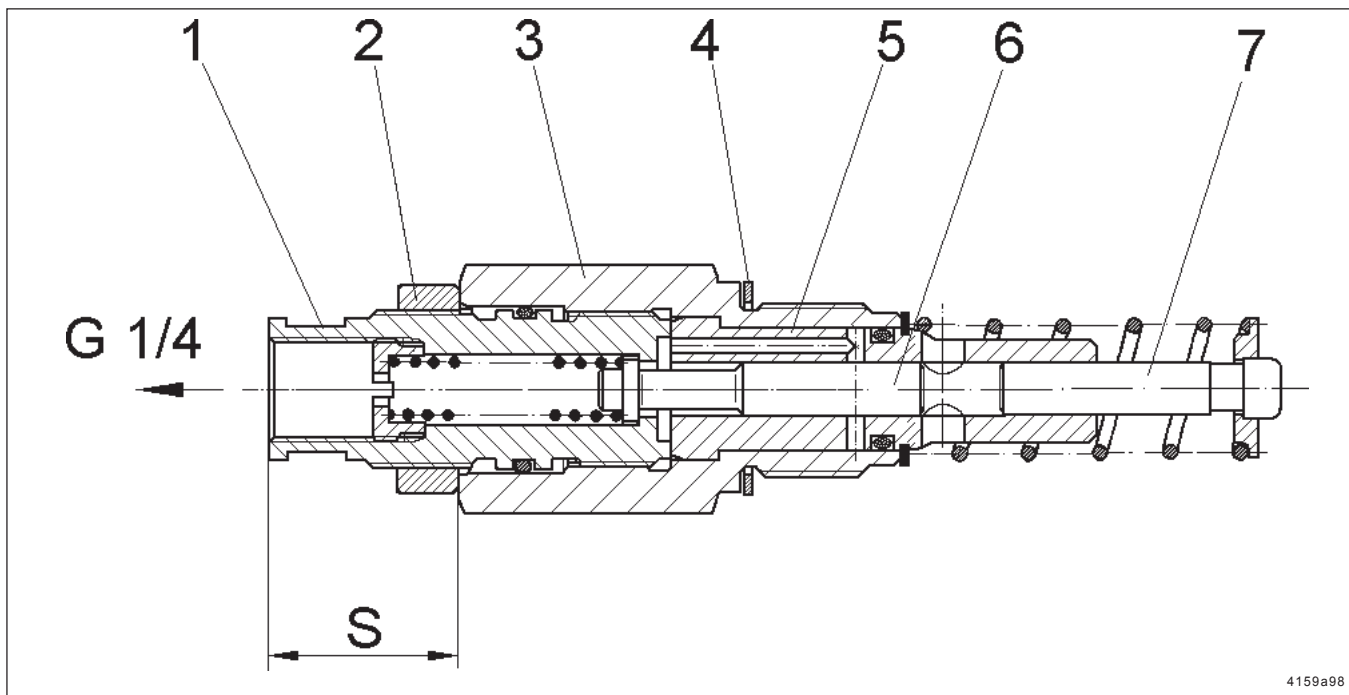
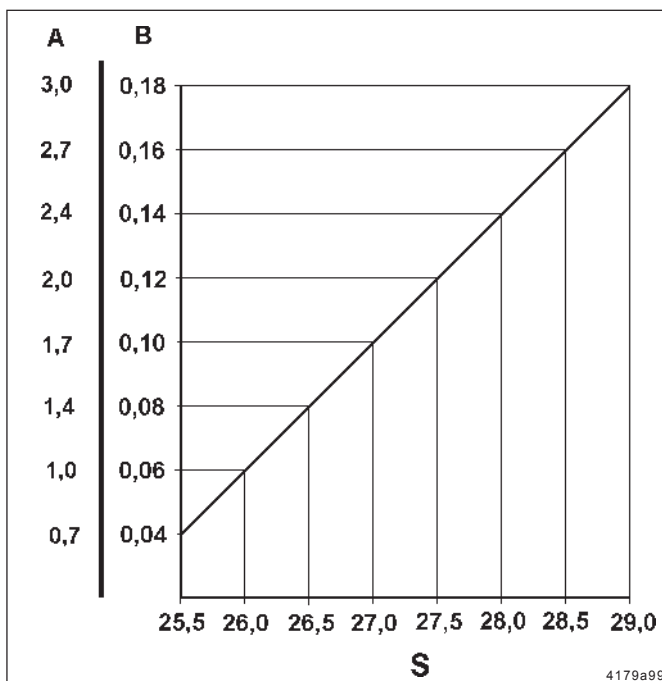

Fig. 12 - Snitritning: Justerbart pumpelement
Fig. 13 - Kapacitetsdiagram
- Pumpelementen är fabriksinställda på maximal smörjmedelsmängd och kontrollmättet „S“ skall då vara 29 ±0,1 mm (se fig. 12).
- \* Lossa kontramuttern (pos 2, fig. 12) medan pumpelementets kropp (pos 3) hålls i rätt läge med en fast nyckel, storlek 25 mm.
- \* Skruva justerskraven (pos 1) med en fast nyckel storlek 16 mm, se kapacitetsdiagram (fig. 13)
- \* Kontrollmättet (fig. 12) för önskad smörjmedelsmängd kan bestämmas med hjälp av kapacitetsdiagrammet som visas i fig. 13.
- \* Skruva loss justerskraven (pos 1, fig.12) från pumpelementets kropp (pos 3) tills „S“ är ca 30 mm.
- \* Dra åt kontramuttern (pos 2) tills det tar stopp mot justerskravens krage.
- \* Skruva justerskraven (pos 1) med kontramuttern (pos 2) in i pumpelementets kropp (pos 3) tills det tar stopp.
- \* Mättet „S“ måste justeras in på önskat värde enligt kapacitetsdiagrammet (se fig. 13).